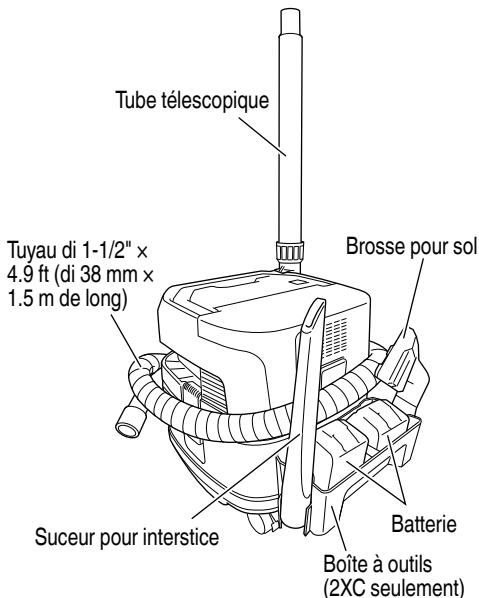

Fig. 26
(5) **Lorsque l'appareil est rangé (Fig. 26)**